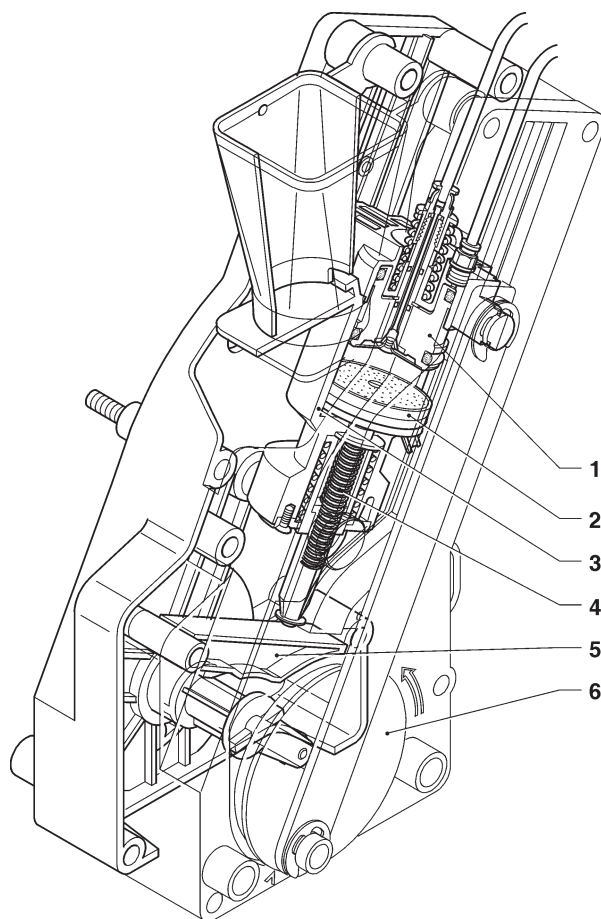

Fig. 23
Il completamento della rotazione del motoriduttore produce (vedi fig. 23) il sollevamento dei pistoni e della pastiglia tramite la leva oscillante (5).